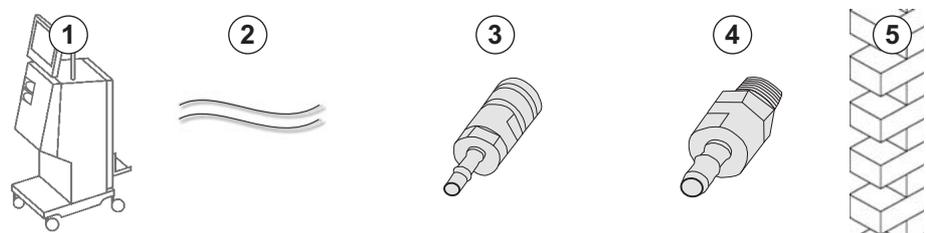

Fig. 4-7 Conectores Aquaboss para suministro centralizado de concentrado
- Conexión hembra para concentrado (Fig. 4-7, ③) (lado del equipo), material 1.4529 EPDM
- Boquilla de cierre macho para concentrado AISI 316L (④ , lado de la pared), material 1.4529 EPDM
1. Conectar el acoplamiento hembra para concentrado ③ al tubo de suministro central de concentrado ② procedente directamente del equipo.
2. Conectar el acoplamiento hembra para concentrado ③ a la boquilla de cierre macho para concentrado ④ fijada en la pared.